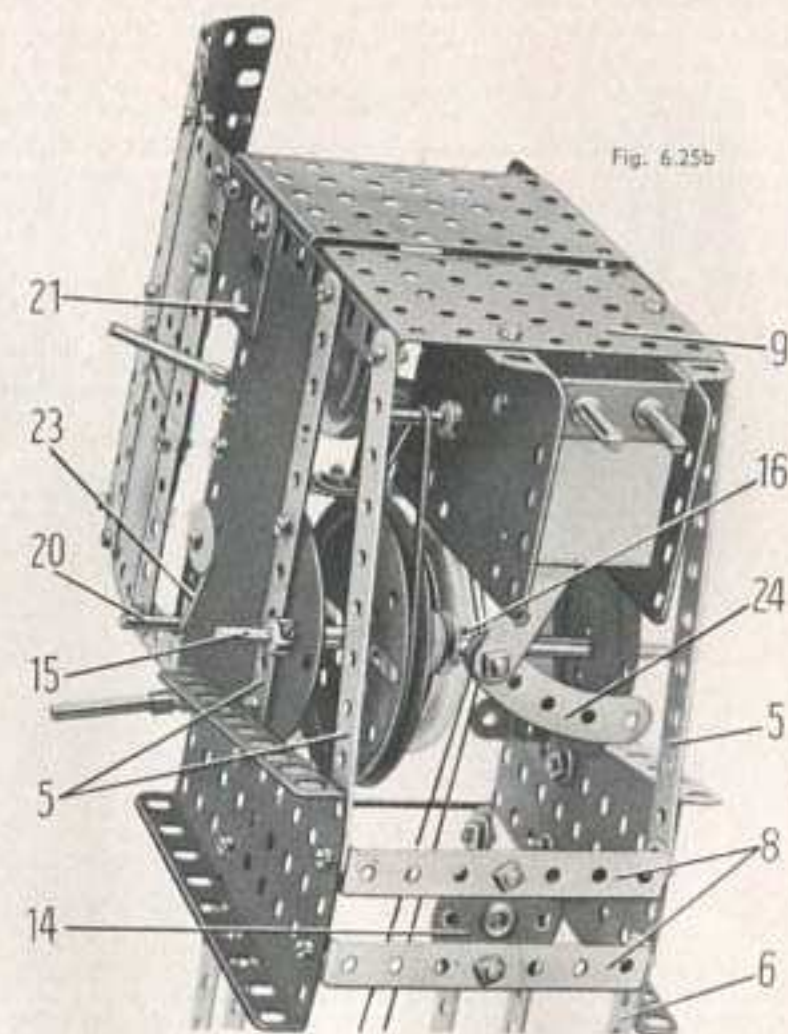

Fig. 6.25b
Chaque côté de la cabine est une plaque flexible de 14x6 cm. boulonnée sur l'une des bandes (5) (Fig. 6.25b) et sur l'une des plaques-secteur à rebords. L'arrière de la cabine est une plaque à rebords de 9x6 cm.